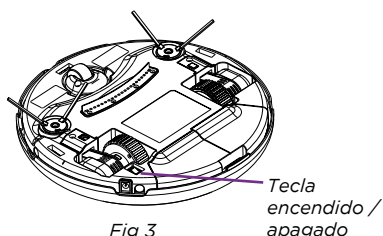

Fig 3
2. Abra la tapa de la batería (Fig. 3)
eliminar los residuos (Fig. 3).